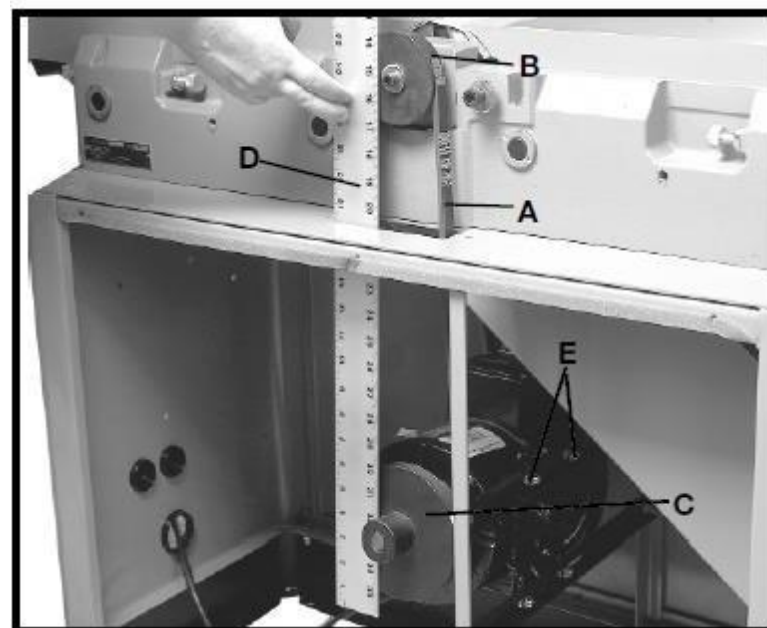

Рис. 6
1. Поместить ремень (А), рис. 6, в канавку шкива режущего вала (В) и шкива двигателя (С).
2. Проверить, чтобы шкив (С) двигателя, рис. 6, был надлежащим образом совмещён со шкивом (В) режущего вала, приложив поверочную линейку (D), рис. 6, к торцам каждого шкива, как показано на рисунке.
3. При необходимости в регулировке шкив двигателя можно перемещать вперёд-назад по валу двигателя, либо двигатель можно смещать, ослабив крепёжные болты, два из которых показаны в поз. (Е), рис. 6. После выполнения регулировки затянуть крепёжные элементы двигателя и установочный винт шкива двигателя.